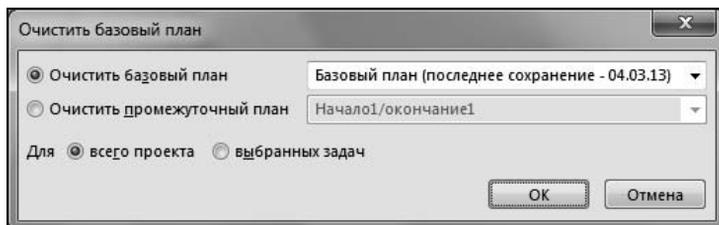

Рис. 5.31. Окно очистки базового плана
2. Выбрать вкладку ленты меню **Проект**. На ней в области **Планирование** следует щелкнуть по кнопке **Задать базовый план** и в открывшемся меню выбрать команду **Очистка базового плана** (см. рис. 4.29). При этом откроется окно, показанное на рис. 5.31.
4. Для удаления (очистки) выбранного варианта базового плана выбрать его в списке **Очистить базовый план** (см. рис. 5.31) и нажать кнопку **ОК** или для отказа от выполненных действий — кнопку **Отмена**.